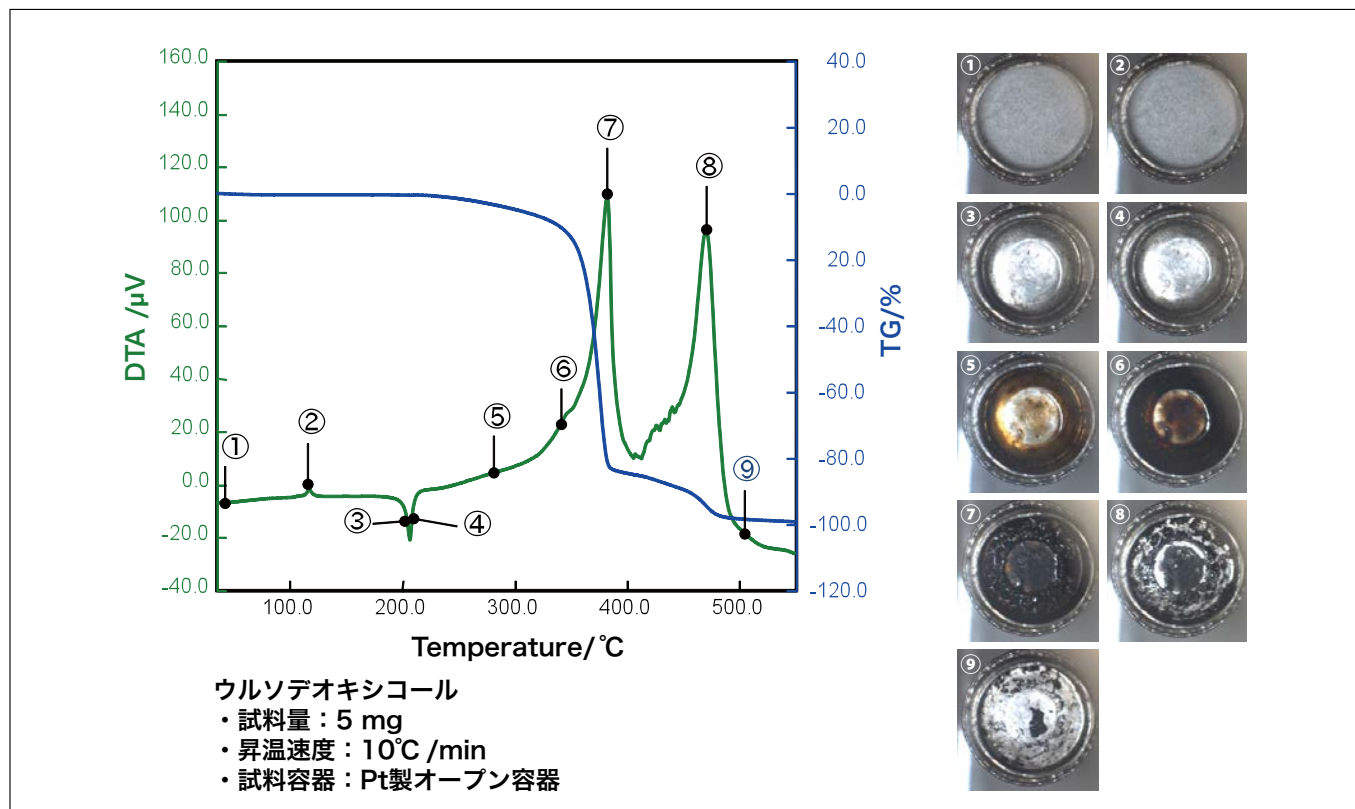

図5 ウルソデオキシコール酸の測定データ
次に試料観察 TG/DTA の測定例として医薬品のウルソデオキシコール酸の測定データを図5に示す。本サンプルは、胆石や肝臓病に用いる薬であり、胆汁の流れをよくして肝臓を守る効果がある。②の120℃付近では結晶化が起こり、DTAに発熱ピークが見られる。試料像にはあまり変化が見られない。200℃付近では融解が起こり試料像でもその様子が確認できる。